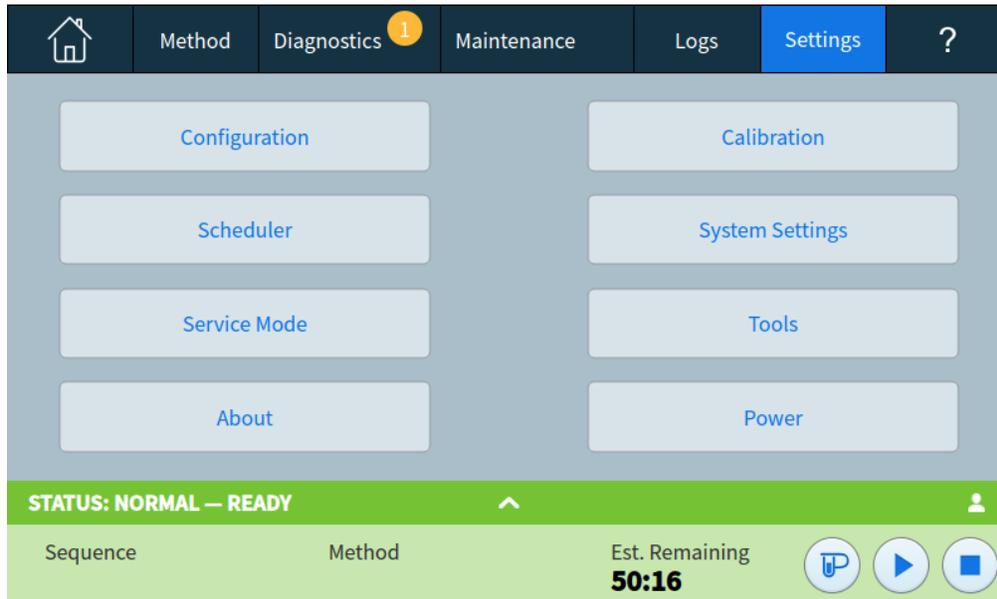

Figure 51. Vue Paramètres
- 1 Sélectionnez **Paramètres**. La vue Paramètres apparaît. Voir **Figure 51**.